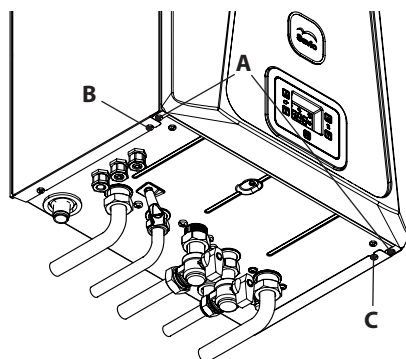
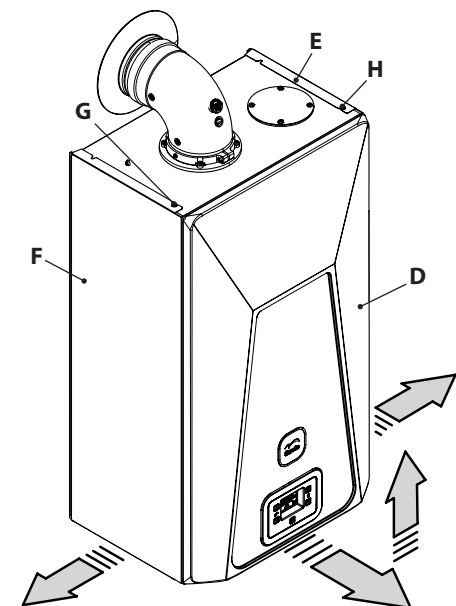

Figura 9.7
Figura 9.8
- Svitare le viti **A** e rimuovere il pannello frontale **D** tirandolo a sé e quindi spingendolo verso l'alto in modo da liberarlo dalle sedi superiori (Figura 9.7 e Figura 9.8).
Allentare la viti **B**, **C**, **G** e **H** in Figura 9.7 e togliere i due pannelli laterali **E** e **F** tirandoli verso l'esterno.